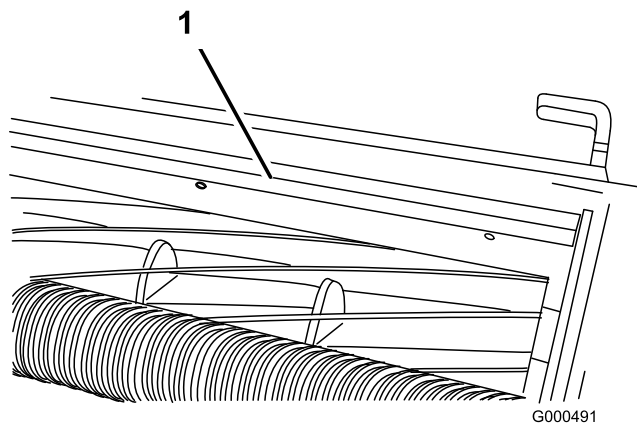

図 60
1. バー（図 60）をカッティングユニットに固定しているネジをゆるめる。